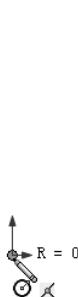

图 2-55 单击图形区域以放置圆心
- [4] 单击图形区域中原点以放置圆心，如图 2-55 所示。